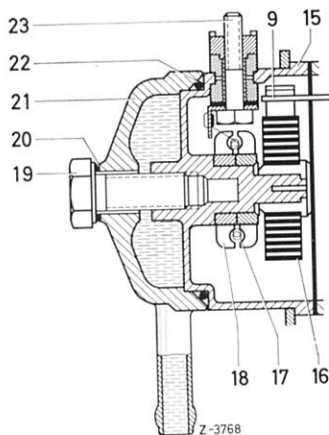

Bild 07-1/10
Die Bimetallfeder (16) geht entsprechend der Außentemperatur in ihre Ausgangsstellung zurück. Der Anschlaghebel (11) wird durch die Federkraft der Bimetallfeder mitgezogen und drückt den Startschieber (5) nach unten (Bild 07-1/10 und 11).